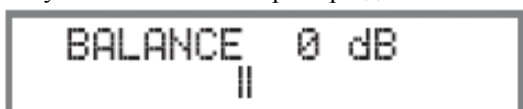

Рисунок 19
1. Поворачивайте регулятор TRIM SELECT на передней панели или нажимайте кнопку TRIM на пульте ДУ, пока на дисплее не появится надпись "BALANCE 0dB". См. рис. 19.